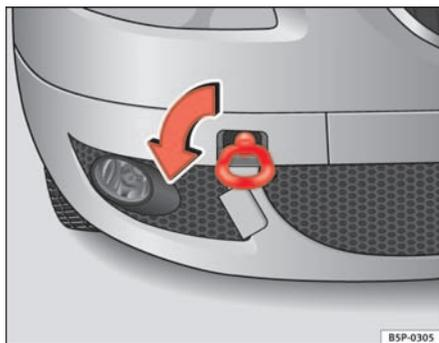
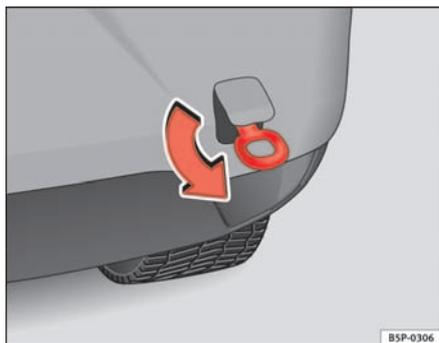

Fig. 199 Face avant, côté droit :
Fig. 200 Vissage de l'œillet de remorquage arrière
- Vissez l'œillet de remorquage dans le taraudage en le tournant dans le sens de la flèche vers la *gauche* jusqu'en butée à l'avant ⇒ fig. 199 ou à l'arrière ⇒ fig. 200.